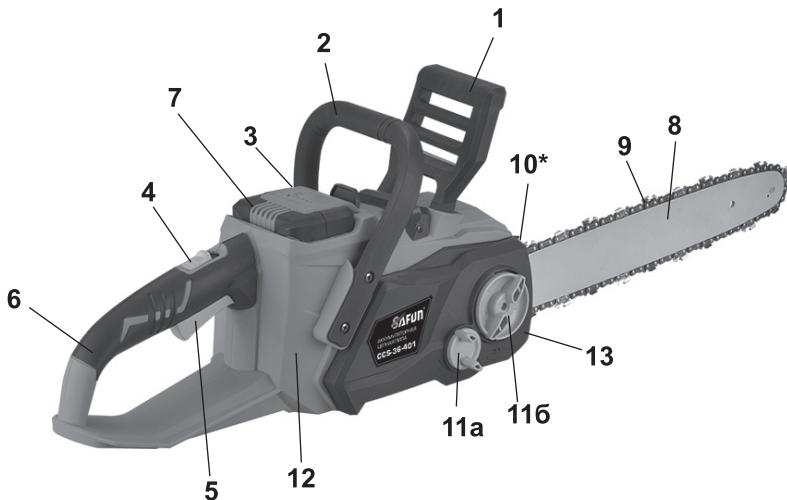

рис. 1
Рабочим органом пилы является пильный аппарат, состоящий из бесконечной (замкнутой) пильной цепи (рис.1 поз.9), бегущей по направляющейшине (рис.1 поз.8).
1.2 Включение пилы в работу осуществляется нажатием на клавишу выключателя (рис.1 поз.5). Выключатель имеет блокировку от случайного включения. Нажатием кнопки (рис.1 поз.4), клавиша выключателя разблокируется. После нажатия на клавишу выключателя, включается двигатель, и ведущая звёздочка приводит в движение пильную цепь. Отпущененная клавиша и кнопка блокировки (с характерным щелчком) возвращаются в исходное положение – «выключено».
двойного действия: вручную, нажав левой рукой на щиток тормоза (рис.1 поз.1) от себя, или при срабатывании автоматического инерционного привода (при отскоке, защемлении цепи).
Две рукоятки пилы – передняя (рис.1 поз.2) и задняя (рис.1 поз.6) оснащены устройством виброгашения.
2.4 Общий вид пилы представлен на рис.1
2.5 На задней рукоятке размещены органы управления пилой: клавиша выключателя (рис.1 поз.5) и кнопка блокировки (рис.1 поз.4). Редуктор, тормоз цепи и система смазки расположены в пластиковом корпусе пилы. Крутящий момент с якоря электродвигателя конической шестерней передаётся на шпиндель пилы. На шпинделе крепится звёздочка, преобразующая вращательное движение шпинделя в линейное движение цепи по направляющей шине. Цепь является основным рабочим инструментом пилы.
Перед установкой шины убедитесь, что тормоз цепи не находится в сработавшем положении. В противном случае переместите рычаг (щиток) тормоза (рис.1 поз.1) к передней рукоятке (рис.1 поз.2).
- пильную цепь (рис.1 поз.9) наденьте на ведущую звёздочку. Уложите верхнюю часть цепи в паз шины, пропустите цепь между зубцами ведомой звёздочки на переднем конце шины;